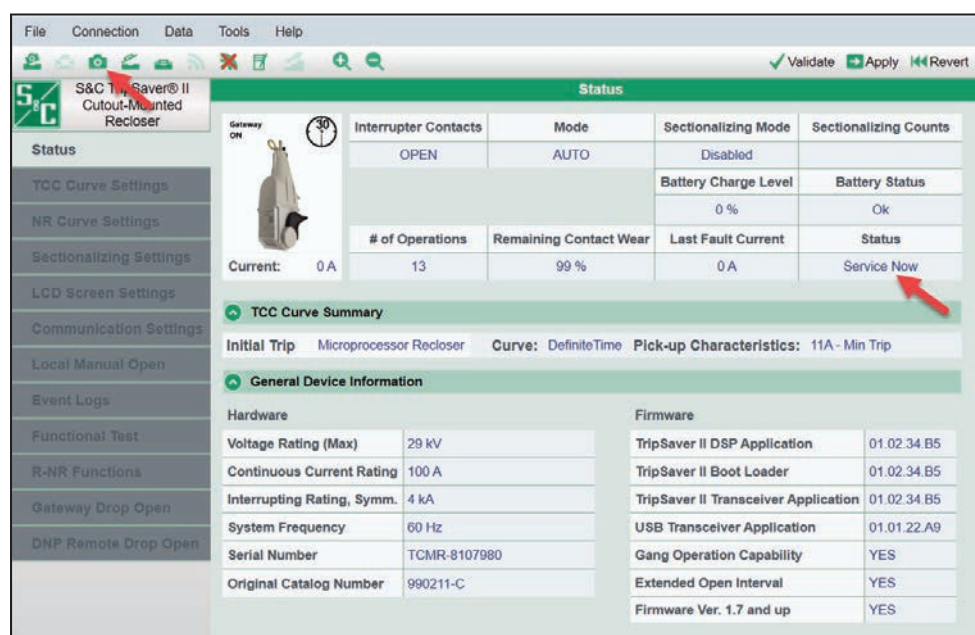

Figura 145. La pantalla de *Estado* que muestra el estado de Servicio Ahora y la ubicación del icono de Guardar Instantánea.
- PASO 2.** Confirme que el reconectador TripSaver II está en el estado de **Service Now (Servicio Ahora)** revisando la pantalla de *Estado*. Luego, revise el campo de **Remaining Contact Wear (Desgaste de Contacto Remanente)**. Si el desgaste restante de los contactos es de 0%, el Reconectador Montado en Cortacircuito TripSaver II, debe ser puesto fuera de servicio. Si es mayor a 0%, continúe con el Paso 3. Ver la Figura 145.
- PASO 3.** Cree un archivo de instantáneas haciendo clic en el icono de **Save Snapshot (Guardar Instantáneas)**. Ver la Figura 145. Póngase en contacto con S&C a través del Centro Global de Soporte y Monitoreo al 1-888-762-1100. El técnico de soporte solicitará el archivo de instantánea por correo electrónico.